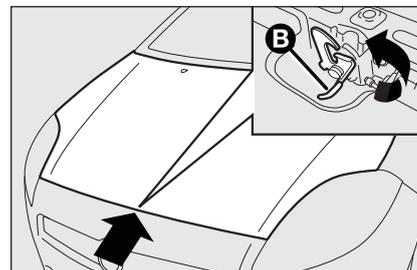

fig. 97
- tire de la palanca **B-fig. 97** y levante el capó.